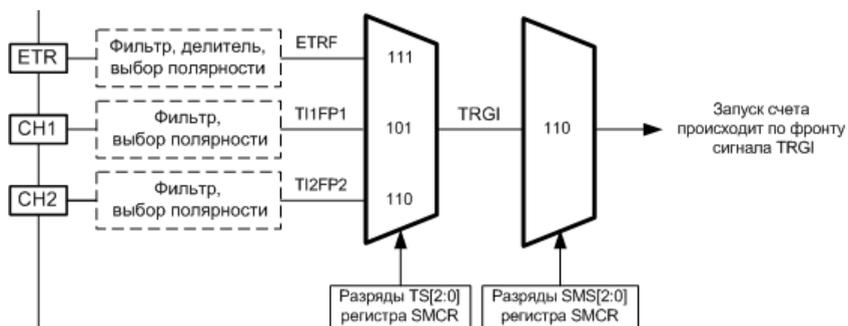

Рис. 1.26 – Управление СТ в режиме **Trigger Mode**
**При остановке счетчика и начале его работы устанавливается флаг TIF. В режиме запуска (Trigger Mode) счет импульсов начинается при поступлении фронта выбранного сигнала. Содержимое счетчика при этом не перезагружается** (рисунок 1.26).